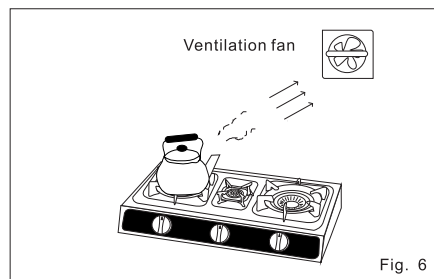

Fig. 6
- Assicurarsi che la stanza sia ben ventilata. Non utilizzare mai il fornello a gas nei locali senza possibilità di ventilazione (oltre 10 min.) (Fig. 6).